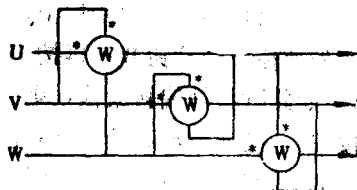

图 1-8
5. 用三只功率表测量三相无功功率 在三相负载完全平衡的电路中, 只要测出其中一相, 就可以知道三相无功功率。但实际被测电路, 往往是三相负载不平衡, 这时采用三只功率表来测量, 接线方法如图1-8所示。